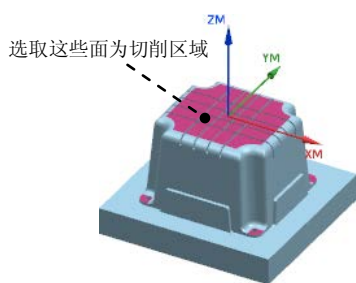

图 20.20 指定切削区域
Step2. 在图形区选取图 20.20 所示的切削区域（共 29 个面）, 单击“切削区域”对话框中的  按钮, 系统返回到“面铣削区域”对话框。